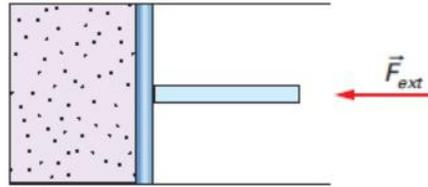

Figura 8.16: Compressão de um gás (Fonte: Gaspar, 2013, p.273)
5. No sistema da figura 8.16, um agente externo comprime um gás aprisionado em um cilindro por meio de um êmbolo feito de material adiabático. Das condições dadas a seguir, indique se é possível promover uma compressão isotérmica: